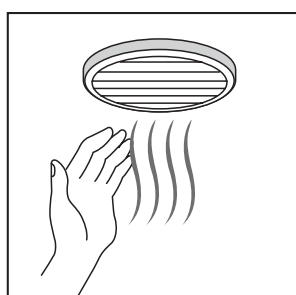

図5
①各排気口に手を当てて、空気が引っ張られているか確認する。(図5)
②ブレーカー回路がOFFになっていないか、または本体にあるメンテナンススイッチが何かの理由で切りになっていないか確認する。